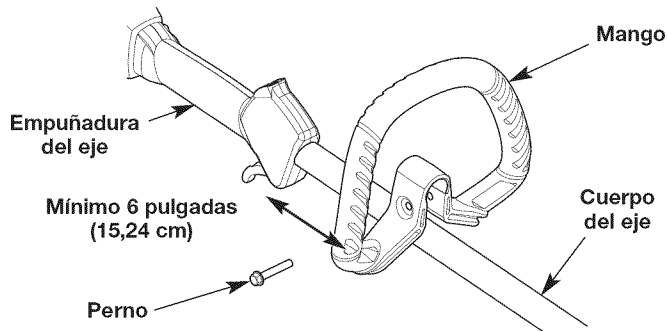

Fig. 3
1. Afloje el perno (Fig. 3).
2. Sin dejar de sujetar la unidad en posición de operación (Fig. 12), mueva el mango hasta el lugar que le dé el mejor agarre. Colóquelo a una distancia mínima de 6 pulgadas (15.24 cm) de la base de la empuñadura del eje (Fig. 3).